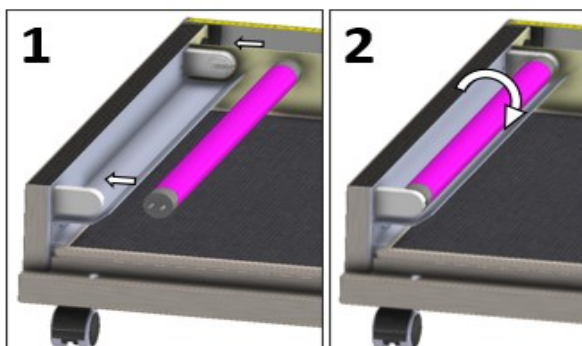

Abbildung 12: Entnahme Vor- & Nachfilter
- 3) Beide UV-C Leuchtmittel entnehmen, siehe Abb. 12. Die UV-C Leuchtmittel um 90° in ihrer Fassung drehen und seitlich herausziehen.
- 4) Die neuen UV-C Leuchtmittel einsetzen und jeweils um 90° drehen, bis sie einrasten, siehe Abb. 12. Es müssen immer beide Leuchtmittel getauscht werden.